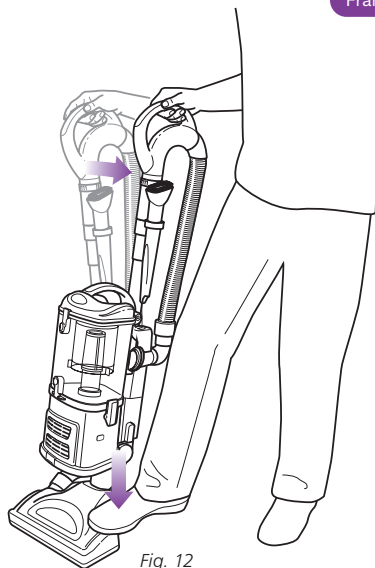

Fig. 12
- 4 Tenez la poignée et inclinez-la vers vous en appuyant doucement sur la brosse à plancher avec votre pied. (Fig. 12)